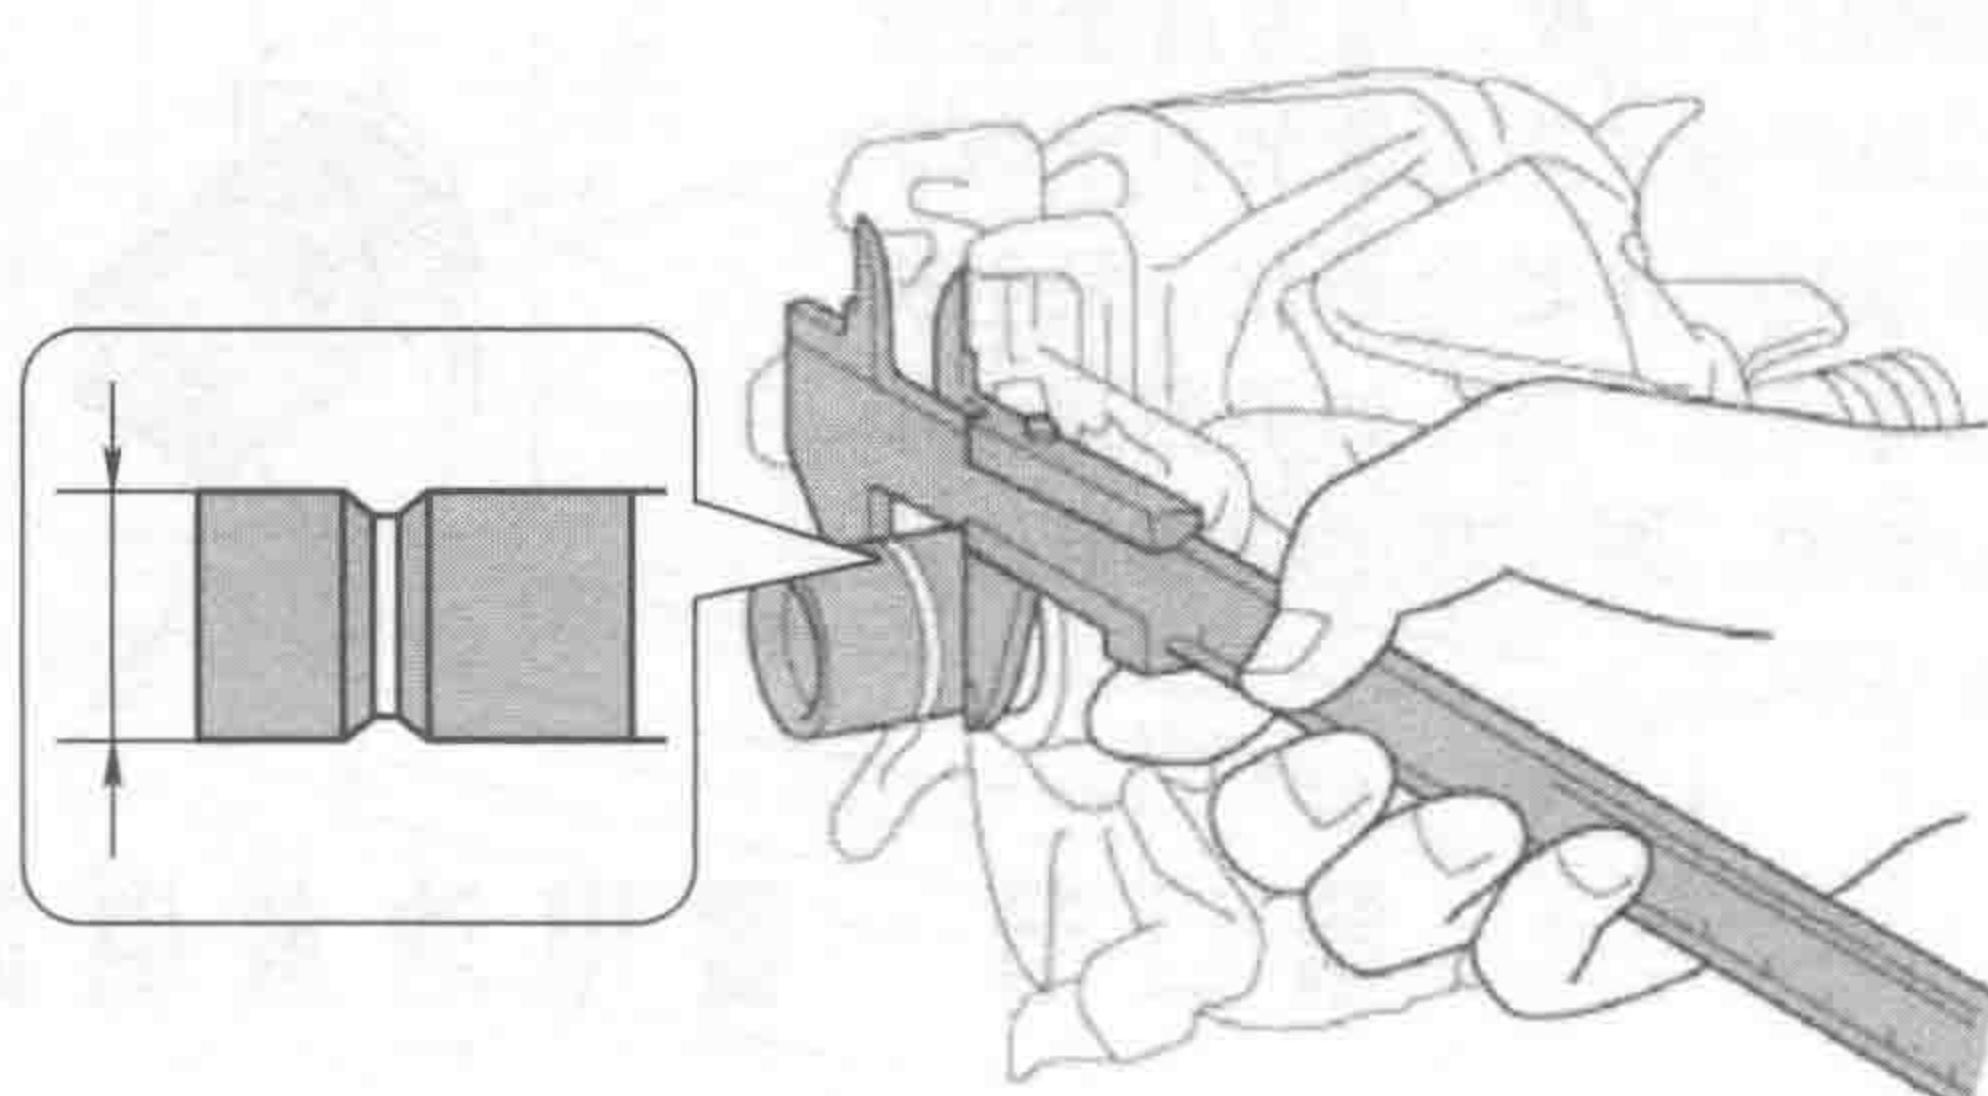

图 1-19 检查集电环外径
5) 测量集电环外径：如图 1-19 所示，用游标卡尺测量集电环的外径。当集电环的外径小于规定值时，集电环和电刷之间的接触不足，有可能影响电流环流的平稳，结果可能降低发电机的发电能力。因此，如果测量值超过规定的磨损极限，应更换转子。